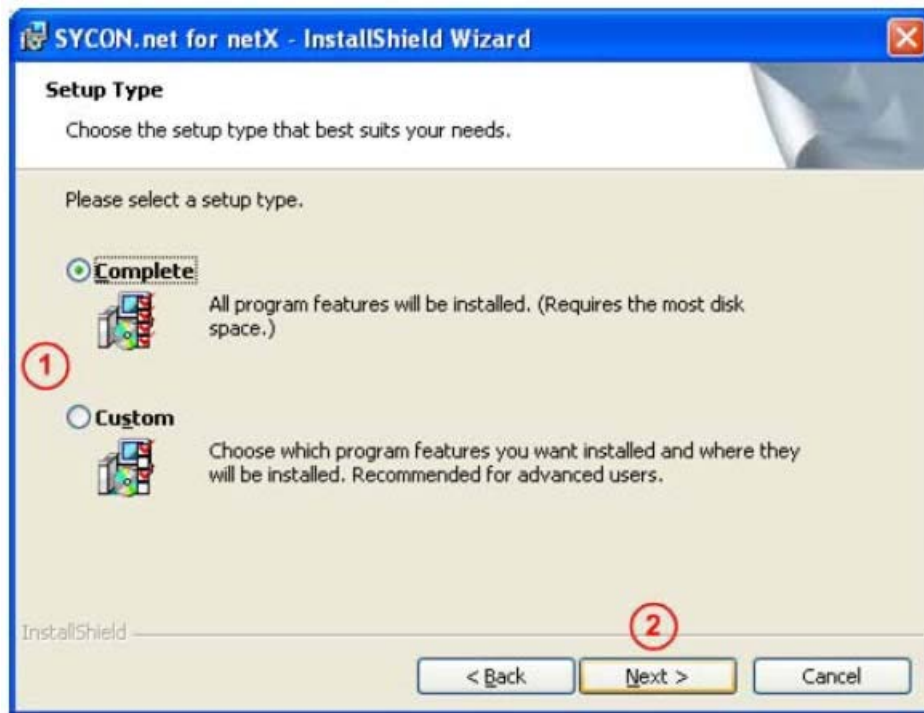

图 9
7) 选择完整安装，单击 Next，进行下一步安装，如图 9 所示：